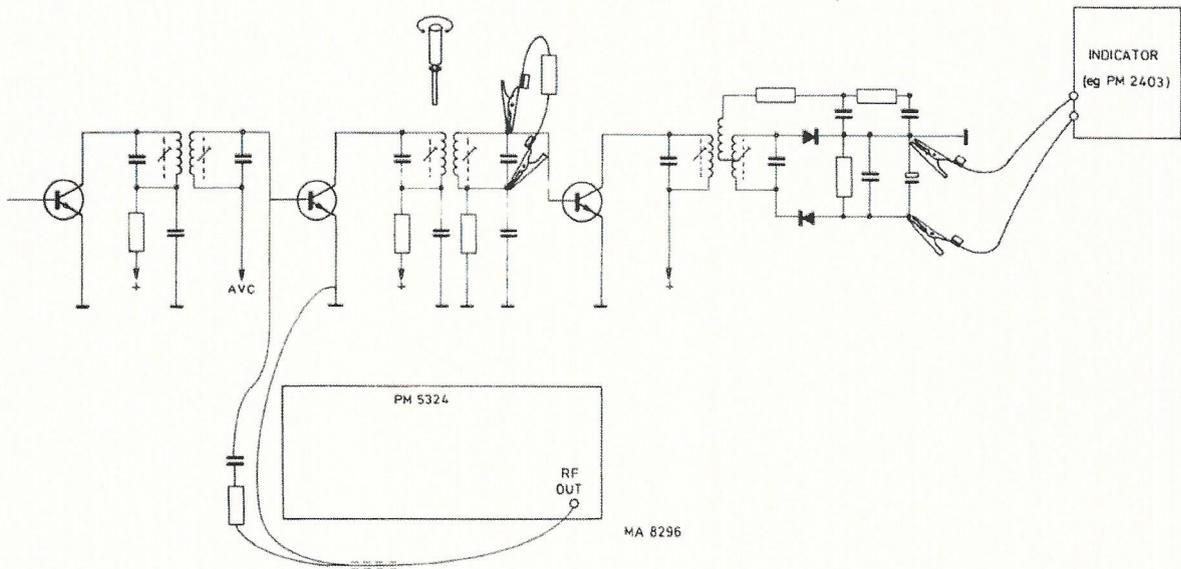

Fig. 14. Amortissement et réglage alternés des circuits primaires et secondaires
- Connecter l'indicateur conformément à la figure 14.
- Régler les noyaux des autres filtres passe-bande MF dans l'ordre indiqué dans la documentation de service du récepteur. Les circuits d'un filtre passe-bande non-réglé doivent être terminés avec une résistance d'environ 10 k Ω pendant le réglage d'un circuit du filtre passe-bande (Fig. 14).